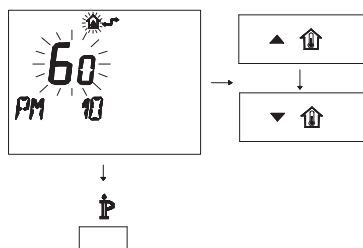

Figura 5.59
- Per modificare il SET programmato agire sui pulsanti ▲ **⏮** o ▼ **⏭** e aspettare che il numero programmato cominci a lampeggiare (Figura 5.59).